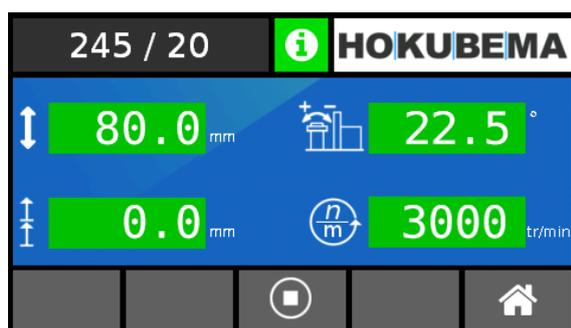

Figure 28 : machine - aperçu des axes
Avis important : Positionner tout d'abord l'axe angulaire avec précision à 0,0° dans la fenêtre « Régler l'angle » (voir \Rightarrow Figure 28) via la « Aperçu des axes » (pour la procédure, voir la section \Rightarrow 13.6.1).
- Réglez la broche en mode manuel (voir section \Rightarrow 13.7) jusqu'à ce que la fente de lumière entre la broche et l'angle du cheveu ait complètement disparu ($90^\circ \cong$ position 0,0°) \rightarrow L'affichage de l'angle dans le masque « Aperçu des axes » (\Rightarrow Figure 28) devrait maintenant indiquer une valeur différente de 0,0° (par ex. 0,5°).
Avis important : Positionner tout d'abord l'axe angulaire avec précision à 0,0° dans la fenêtre « Régler l'angle » (voir ⇒ Figure 28) via la « Aperçu des axes » (pour la procédure, voir la section ⇒ 13.6.1).